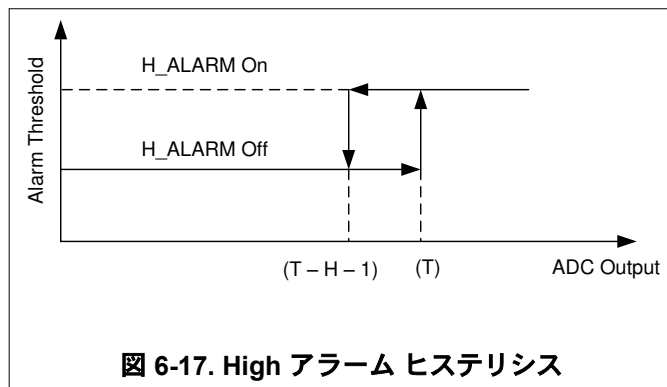

図 6-17. High アラーム ヒステリシス
デジタル出力が High アラーム上限値 [High アラーム スレッショルド (T)] を超えると、デバイスは入力 High アラームを設定します。デジタル出力が High アラーム下限値 [High アラーム (T) – H – 1] を下回ると、アラームはリセットされます。図 6-17 に、この関数を示します。